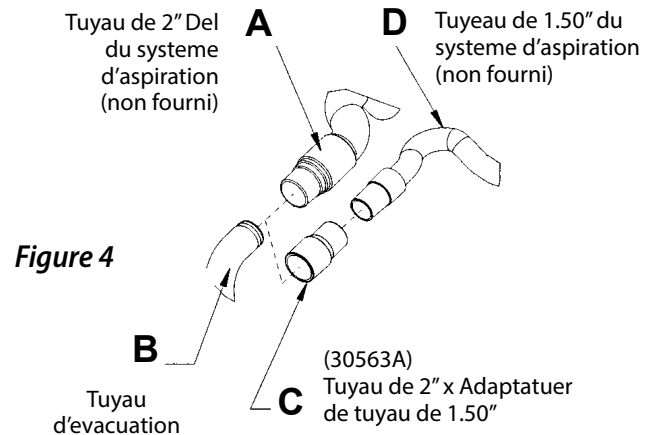

Figure 4
- 1 Monter l'extrémité de tuyau de 5 cm (Figure 4, A) directement sur le tuyau d'évacuation (Figure 4, B).
- 1 Monter l'adaptateur d'extrémité de tuyau (5 x 3,8 cm- Pièce no 30563A) (Figure 4, C) sur le tuyau d'évacuation (Figure 4, B).
- 2 Introduire l'extrémité de tuyau de 3,80 cm (Figure 4, D) dans l'adaptateur (Figure 4, C).
- 3 Pousser sur le bouton de verrouillage (1) et appliquer une pression des mains sur les leviers (2). Pour arrêter l'appareil, relâchez les leviers (Voir fig. 4).